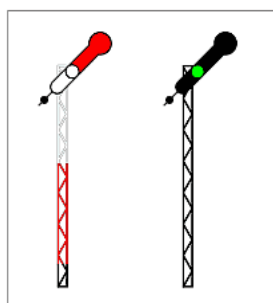

Рис. 204
1) днем - поднятым вверх крылом под углом 135 град. к мачте, а ночью - одним зеленым огнем - путь свободен (рис. 204).